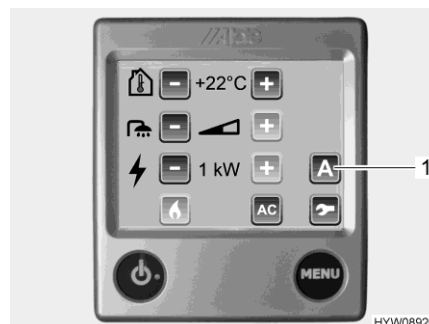

Fig. 166 Menu de réglage (ventilateur d'appoint)
L'unité de commande (Fig. 166) du chauffage à eau chaude sert de commande du ventilateur d'appoint.
- Appuyer sur le bouton "A" (Fig. 166,1). Les fonctions sont affichées.